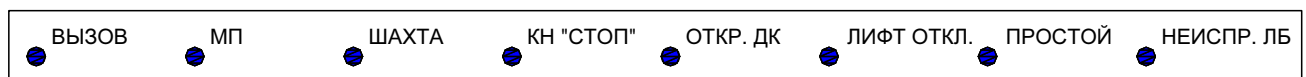

Рис.1. Светодиодная линейка уточненных состояний.
1.3.1. На передней панели КЛШ PRO (см. рис. 1 Приложения А) находятся кнопки выбора лифта «1»...«31». Номер кнопки соответствует адресу ЛБ на локальной шине. Рядом с каждой кнопкой соответствующего лифта расположены: зеленый светодиодный индикатор состояния цифровой связи и красный светодиодный индикатор наличия неисправностей на соответствующем лифте.
В режиме выбранного лифта светодиодные индикаторы состояния остальных лифтов погашены, а на светодиодную линейку выводятся уточненные состояния выбранного лифта (см. рис. 1).